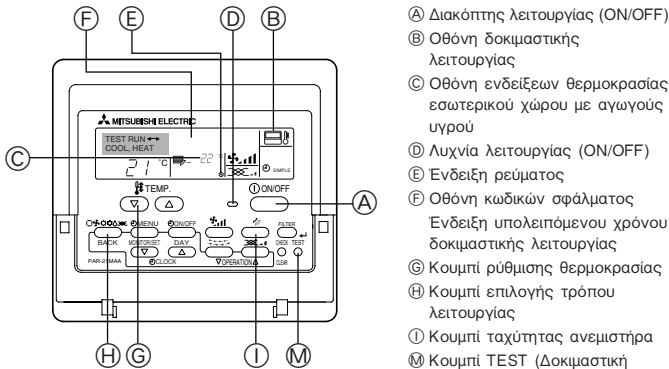

Fig. 8-1
8.2. Δοκιμαστική λειτουργία (Με ενσύρματο τηλεχειριστήριο) (Fig. 8-1)